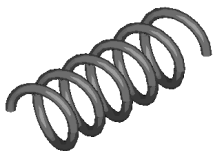

图 13-7
(1) 设置用户坐标系。在命令行直接输入 `ucs`, 设新的原点为 (150, 150, 0)。
(2) 作多义线。单击  按钮或者在命令行直接输入 `pline`, 按下列步骤操作结果如图 13-7 所示。
(18) 单击  按钮或者执行 View→Render→Render 命令。选择合适的材质, 最终得到图 13-7 所示的效果。